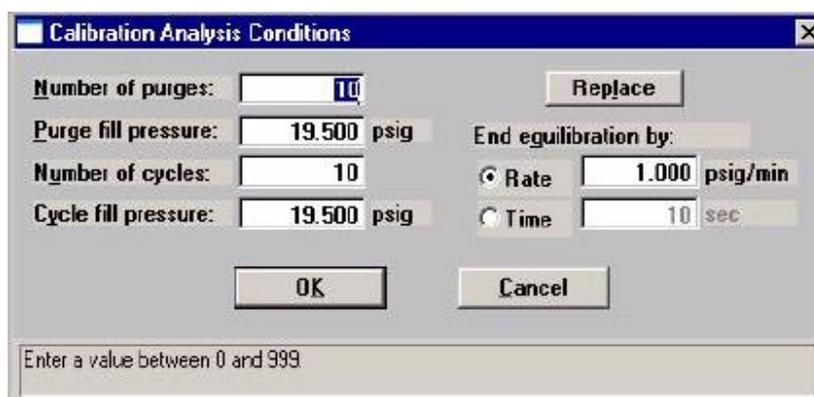

Рисунок 7 – Окно условий калибровки
- 8.5 Нажать **Analysis Condition**, чтобы указать параметры калибровки в появившемся окне (рис. 7);